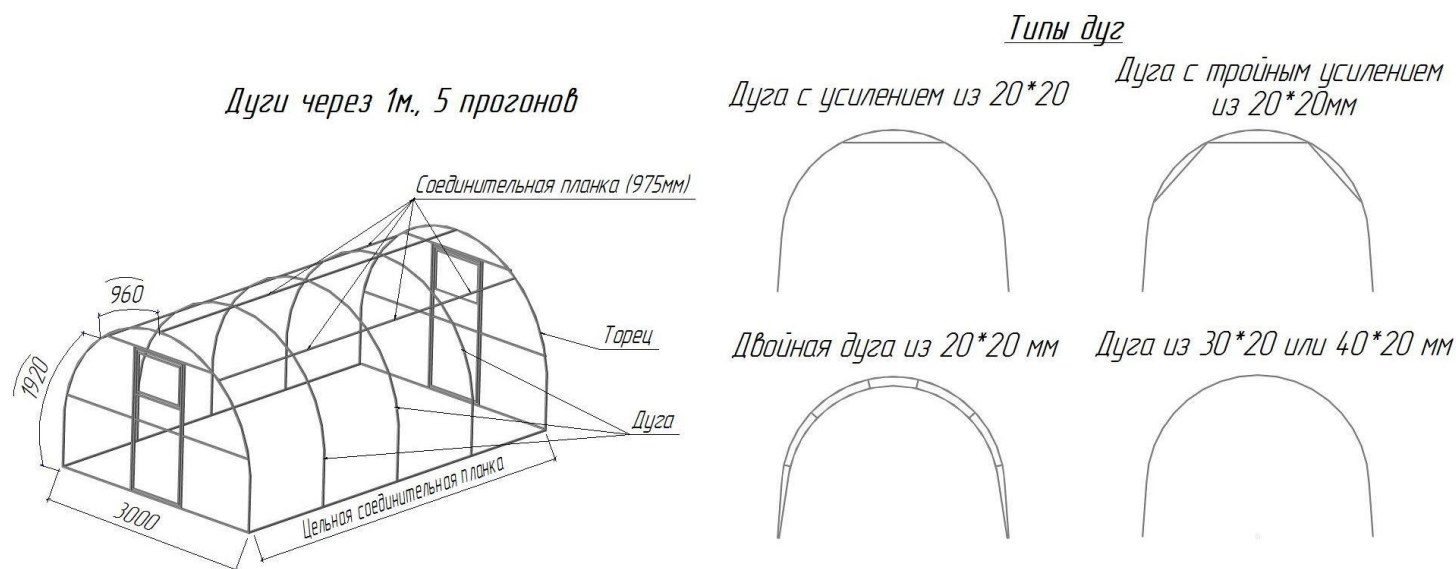

Рис. 1 Общий вид теплицы
**Внимательно изучите Рис. 1 (Общий вид теплицы). Обратите особое внимание на расположение соединительных планок.**